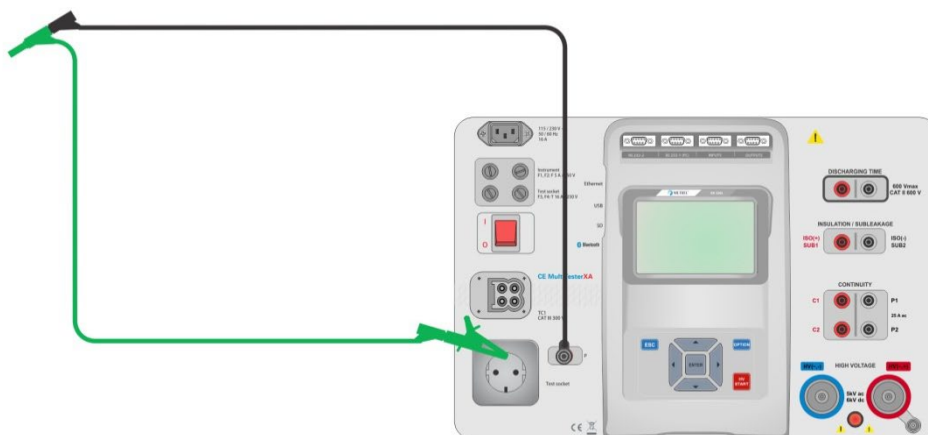

Figura 6.12: Cables de prueba cortocircuitados
- ▶ Conecte los cables de prueba al instrumento y cortocircuitelos, tal como indica la *Figura 6.12*.